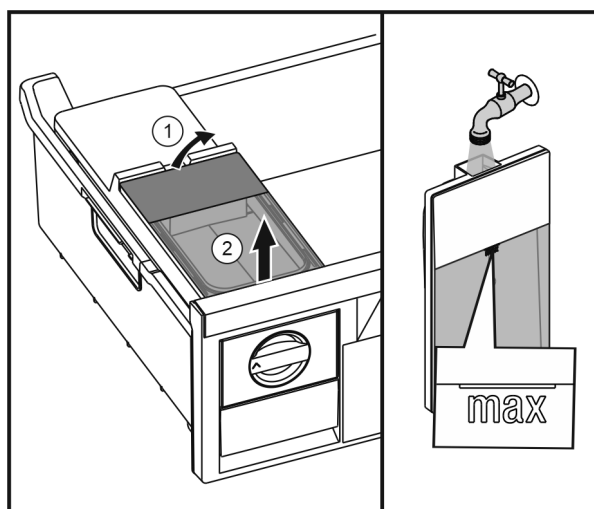

Fig. 23
- ▶ Поднять бак для воды сзади Fig. 23 (1) и извлечь движением вверх Fig. 23 (2).